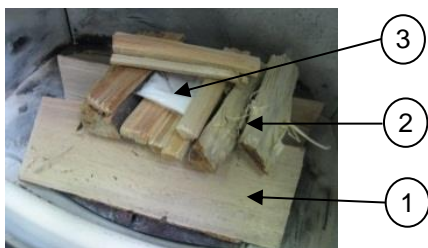

Fig. 5: Vor dem Anzünden
Legen Sie 2 – 3 Stück Scheitholz (gesamt ca. 1,3 kg) unten quer in den Feuerraum (1) mit ausreichend Abstand (mind. 2 cm) zueinander. Darüber kommen ca. 0,5 kg Weichholzspäne (2). Darauf legen Sie in die Mitte eine Anzündhilfe (3) und zünden diese an (siehe Fig. 5).